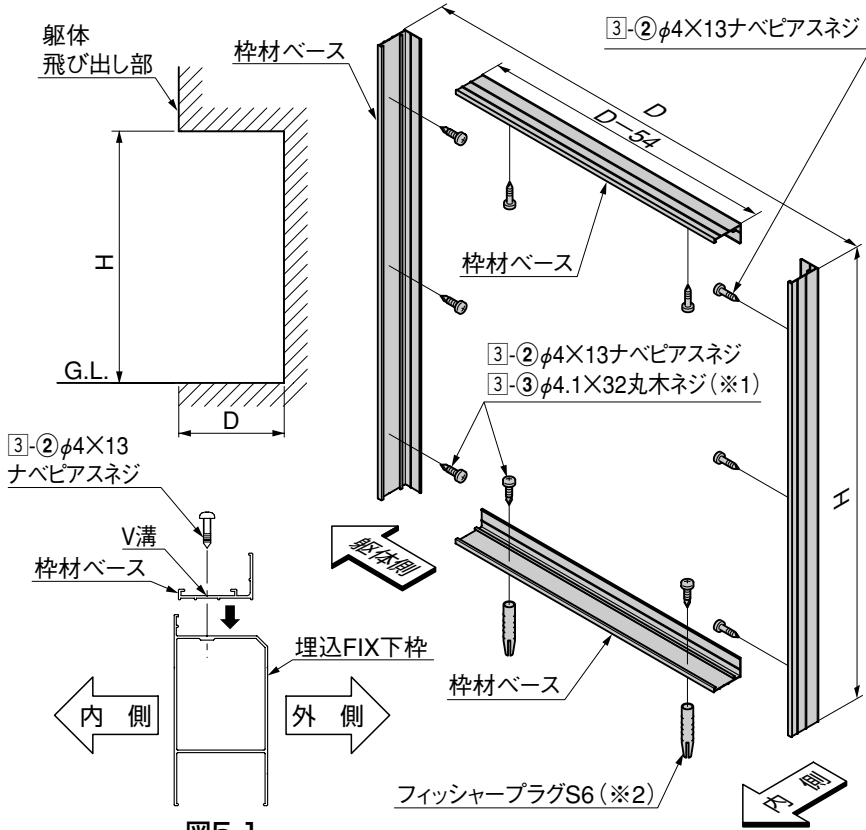

図5-1
- ※1は躯体側取付け面にあわせて取付けネジを③-③に変更してください。
- 土間仕様の場合は取付けネジを③-③に変更してフィッシャープラグS6を使用してください。フィッシャープラグS6は現場手配してください。(※2)
- 埋込FIX下枠を使用している場合は図5-1を参照して取付けてください。